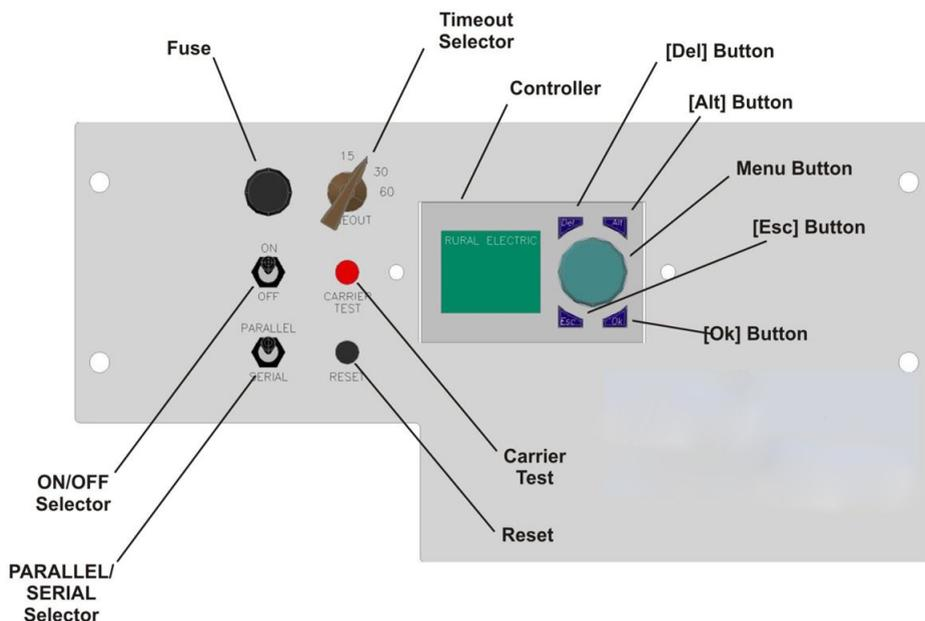

Figura 6. Esquema de Controles
2. El receptor de radio es capaz de operar en un rango de voltajes desde 12VCC, 24 VCC o 90-264VCA, 60 o 50 Hz sin modificaciones y a través del interruptor de selección de corrientes. Toda la corriente entrante pasa por una línea secundaria con un fusible de 5A. La corriente del radio controlador, incluyendo el calentador integrado, está controlado por un interruptor de palanca on/off situado en la placa frontal (vea la Figura 6)
La radio posee un a placa frontal elevada donde se colocan todos los controladores e indicadores tal como se representa en la Figura 6. Cada elemento marcado se describe a continuación:
2. Cuando está en funcionamiento el receptor espera un silenciamiento en la frecuencia VHF sintonizada y empieza a contar "clics" en un período de 5 segundos para determinar la intención del piloto. Si se teclaea la radio 3, 5 o 7 veces el controlador procesará el recuento de clics y activará las bobinas del relé AR, R3, R5 y R7 dependiendo del ajuste del interruptor selector serie /paralelo (Vea la Figura 6 y la tabla 1). Los comandos enviados por el piloto los lleva a cabo el controlador en un intervalo predeterminado de tiempo (el estándar FAA es de 15 minutos) que es ajustable por el temporizador (vea la Figura 6) en 15, 1, 20 o 60 minutos.